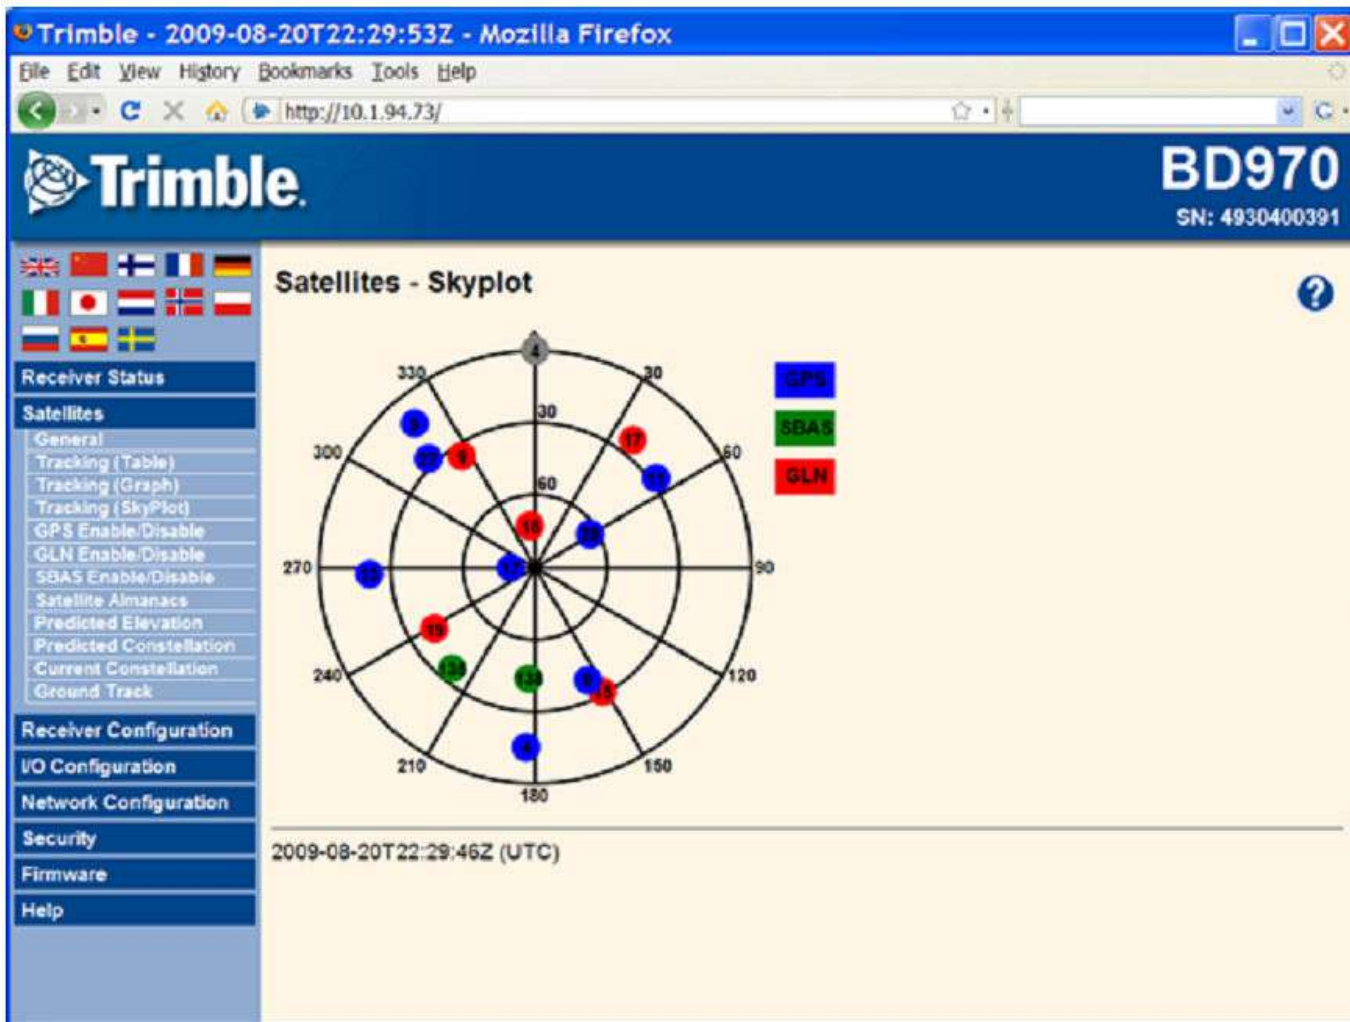

Рисунок 2.5. Спутники.
2.4.5.3 По истечении времени, необходимого для инициализации приемника, в окне «Satellites» (рисунок 2.5) отобразятся видимые спутники.